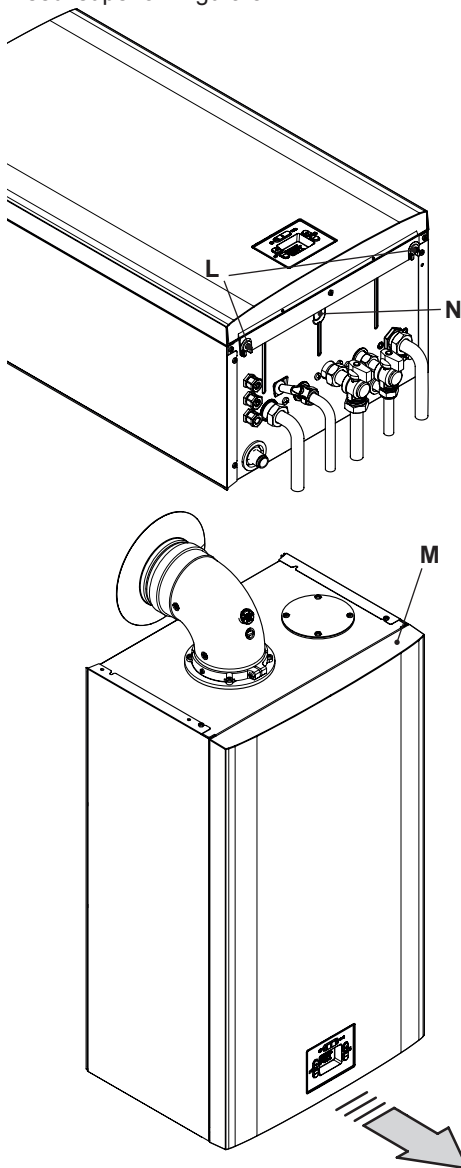
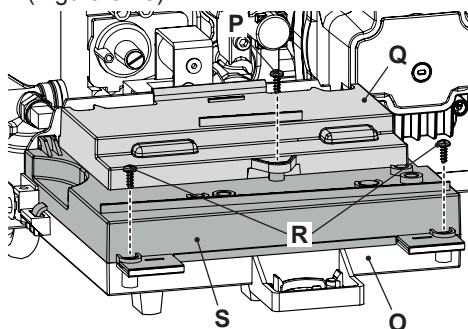

Figura 5.17
Figura 5.18
- Svitare le viti **L** e rimuovere il pannello frontale **M** tirandolo a sé e quindi spingendolo verso l'alto in modo da liberarlo dalle sedi superiori Figura 5.17.
- Svitare la vite **N** (Figura 5.17) e ruotare il pannello comandi **O**, come illustrato in Figura 5.18.
- Svitare la vite **P** e sollevare il coperchio **Q** per liberare i cavi dai pressacavi (Figura 5.18).
- Svitare le viti **R** e sollevare il coperchio **S** (Figura 5.18).